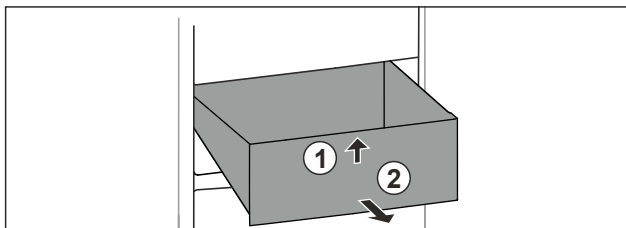

Fig. 86
- ▶ Підняти висувний ящик спереду. Fig. 86 (1)
- ▶ Вийняти висувний ящик рухом вперед. Fig. 86 (2)